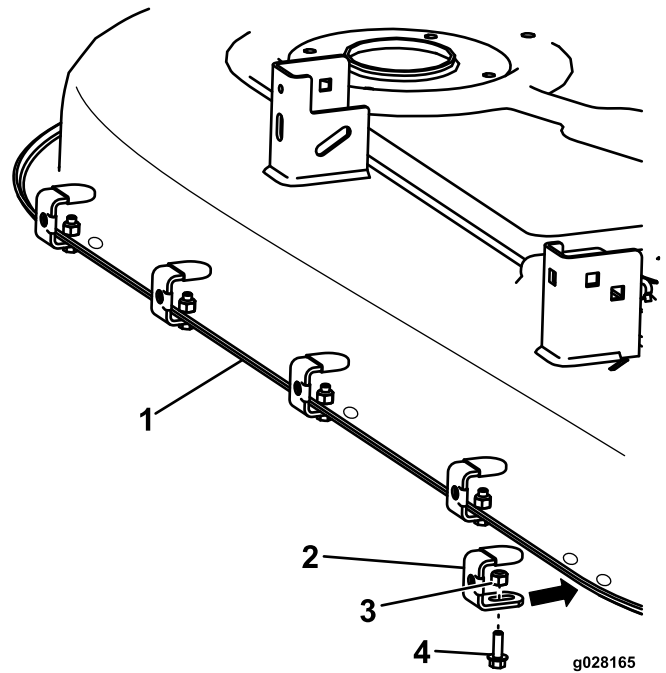

Bild 2
3. Montieren Sie die montierte Halterung wie in (Bild 2) gezeigt mit den 5 Schrauben (1/4" x 3/4") und den 5 Sicherungsmuttern in den Löchern. Drücken Sie die Gummikappe der Halterung gegen die Rückseite des Mähwerkes und ziehen Sie sie an. Verwenden Sie das linke Loch für die mittlere Halterung. Verwenden Sie die äußeren Löcher für die äußeren Halterungen.